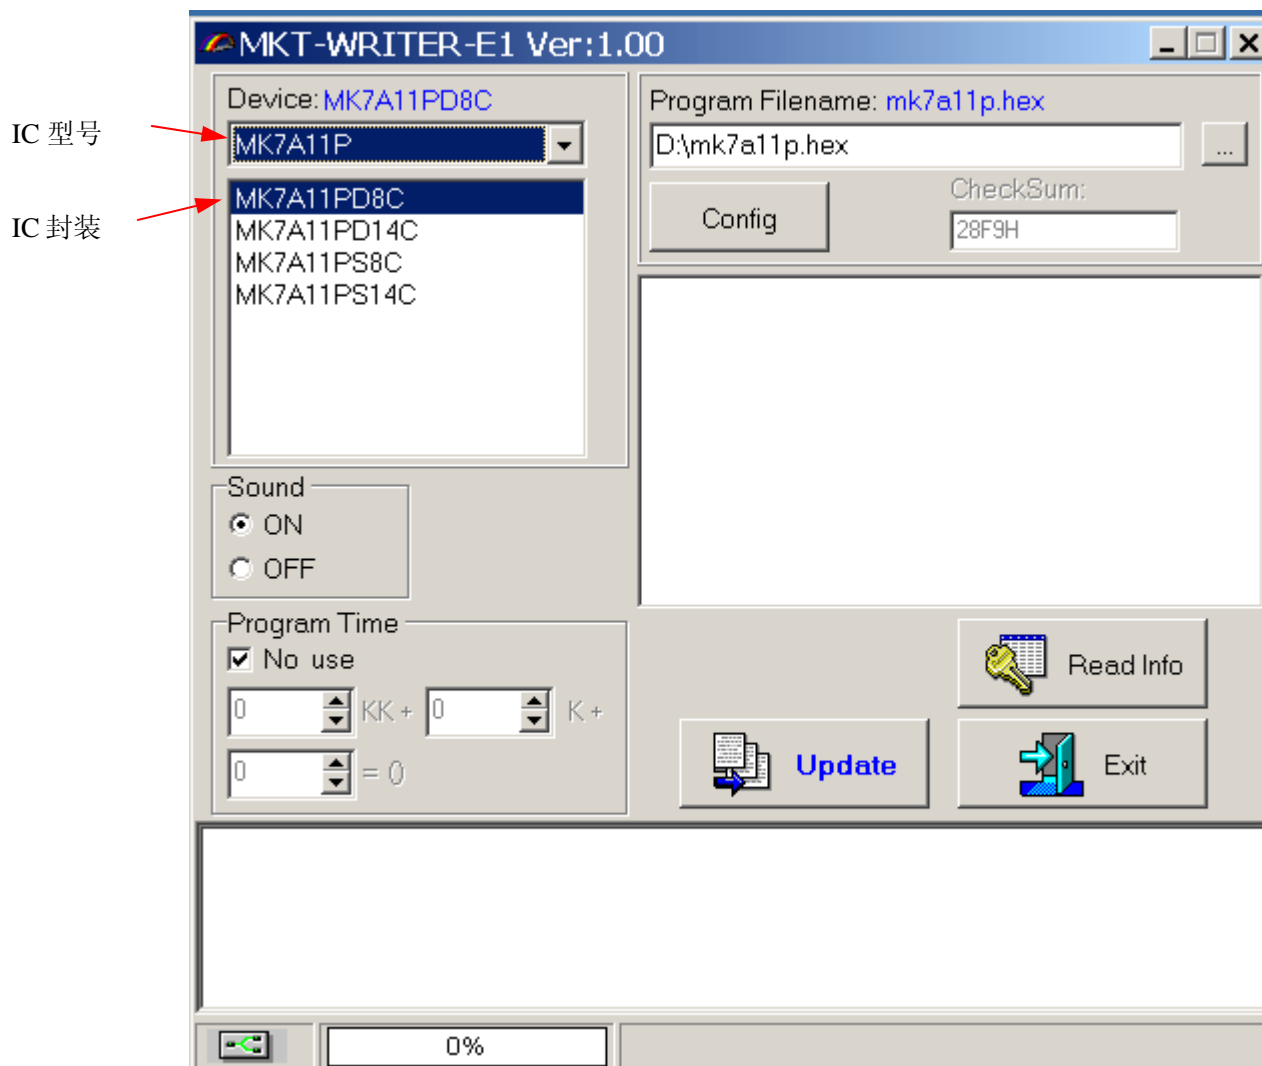

图 2
- CONFIG 配置确定无误后，点击 OK 按钮返回到图 2。